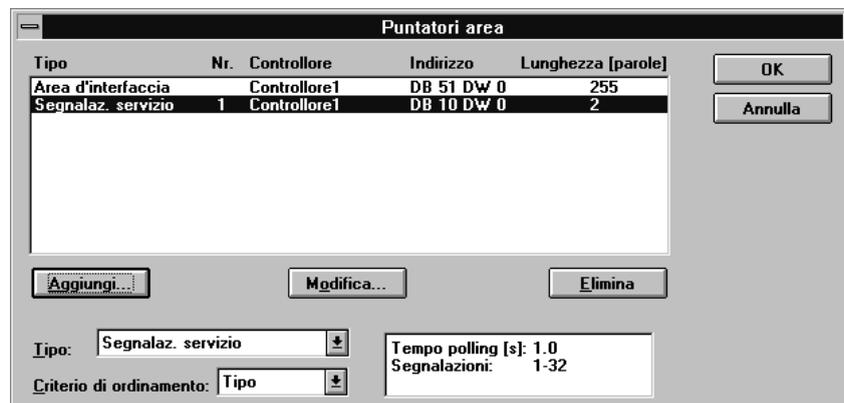

Figura 8-4 Box di dialogo *Puntatori area*
1. Scegliere dal punto di menù *Apparecchiatura* → *Puntatori area*, per creare l'area delle segnalazioni di servizio. Il box di dialogo *Puntatori area* verrà aperto (figura 8-4).